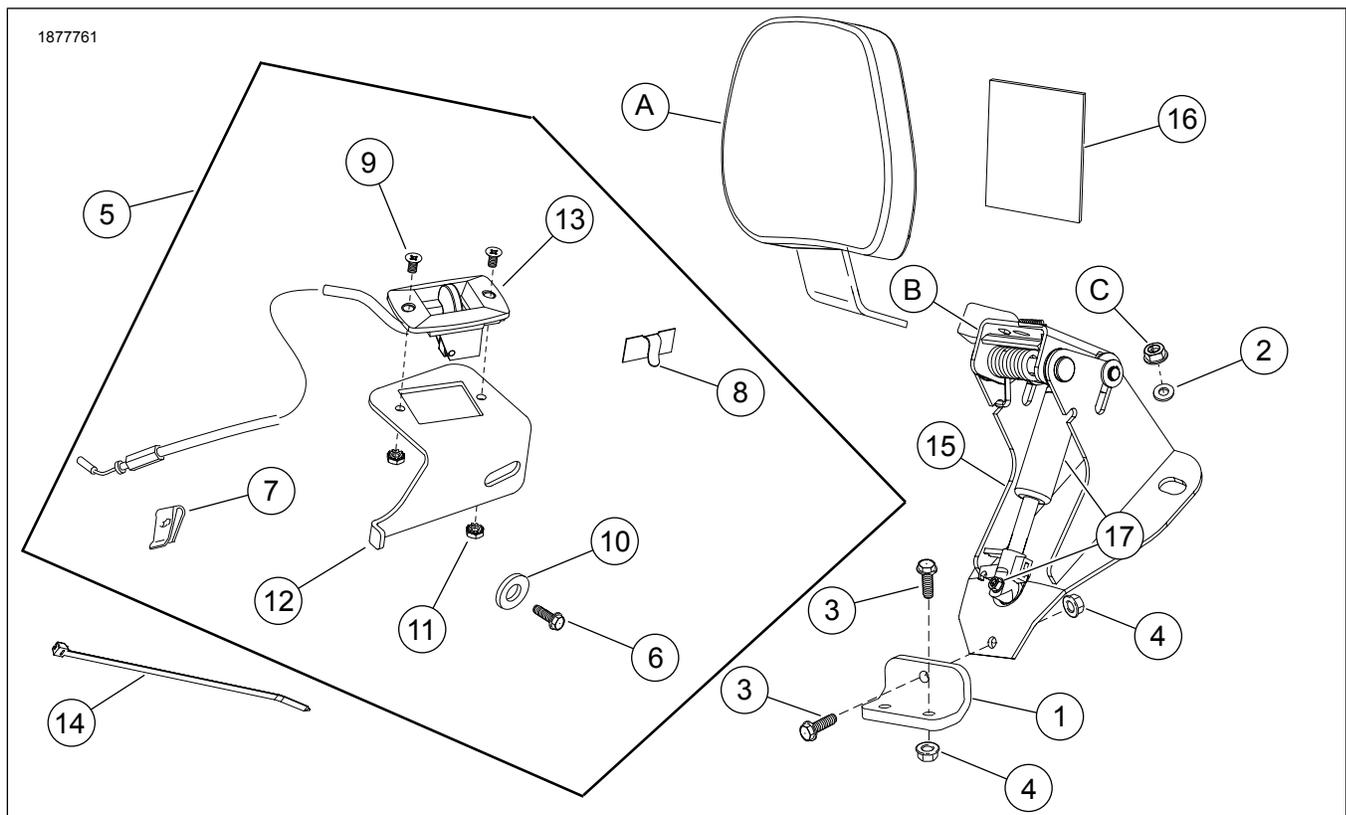
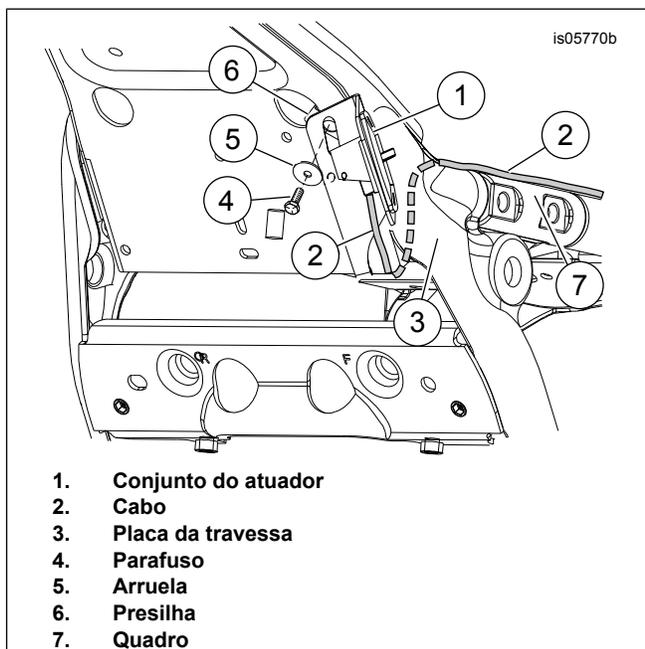

Figura 1. Conteúdo do kit: Kit de ferragens de montagem do encosto do motociclista ajustável FL
Figura 8. Instale o conjunto do atuador
9. Veja Figura 1. Instale a alça do atuador (13) com cabo no suporte da alça do atuador (12) de forma que o cabo aponte para baixo quando estiver instalado.
10. Fixe com os parafusos (9) e as porcas (11).
11. **Modelos sem defletor de ar no centro do quadro:** Veja Figura 8.
- a. Deslize o lado liso do conjunto do atuador (1) para trás dos fios da vela de ignição.
- c. Fixe com o parafuso (4) e a arruela (5). Aperte.
14. Veja Figura 1 . Instale o cabo-guia (8) no suporte.